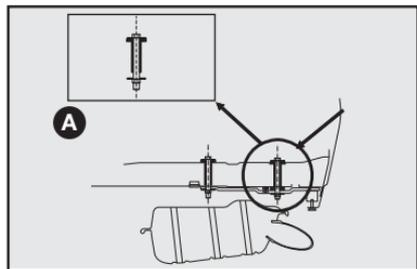

fig. 11
- Efetuar no veículo a furação com \varnothing (diâmetro) 11 mm traspassando o assoalho posterior (ver detalhe **A-fig. 11**) e a longarina nas marcas esquemáticas indicadas na figura correspondente ao modelo do seu veículo (**12 a 14**).